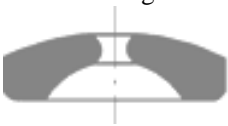

Abb. 6
- Unruhsteine gewölbt oliviertes Loch (Abb. 6)